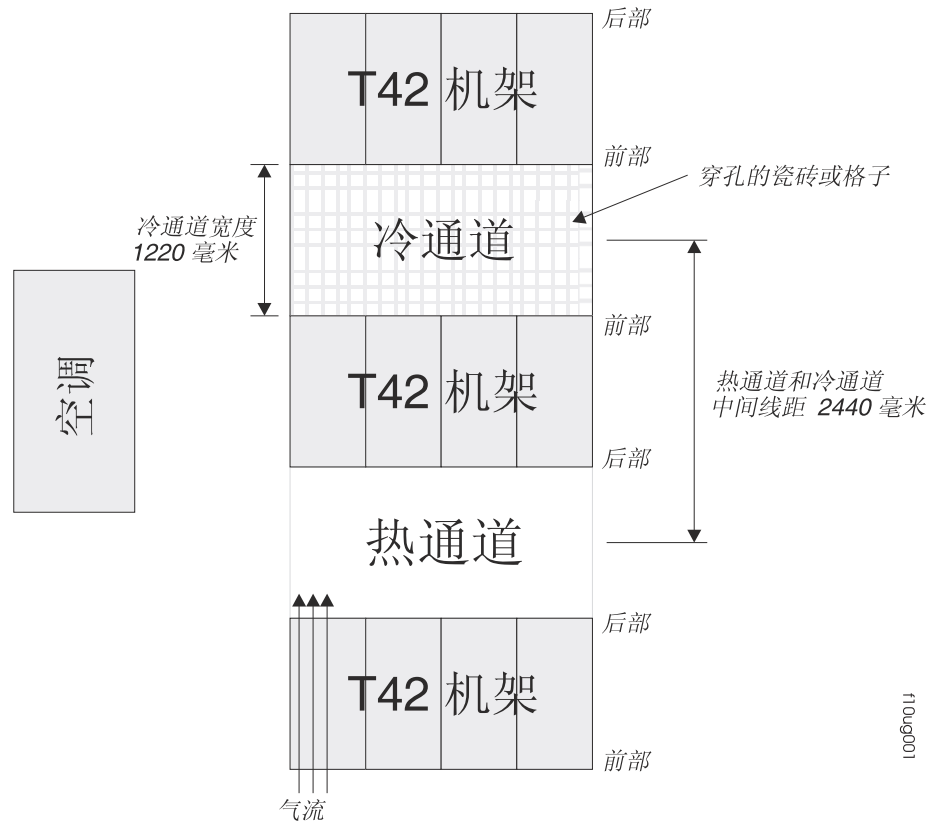

图 13. 冷通道/热通道机架式机箱配置的示例
- 空气从机架式机箱正面进入，从背面排出。为了防止从机架式机箱中排出的空气进入其他设备的入口，必须将机架式机箱以背靠背和面对面的方式一排一排地交替放置。这种排列方式被称为冷通道/热通道，如第 30 页的图 13 中所示。